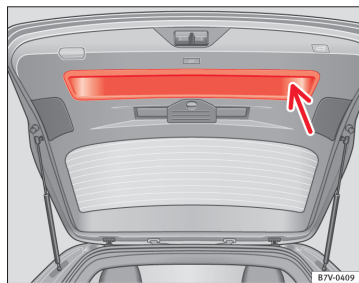

Fig. 54 Åben bagklap: greb til at lukke bagklappen med
- Tag fat i grebet i bagklappens indvendige beklædning ⇒ Fig. 54 (pil).